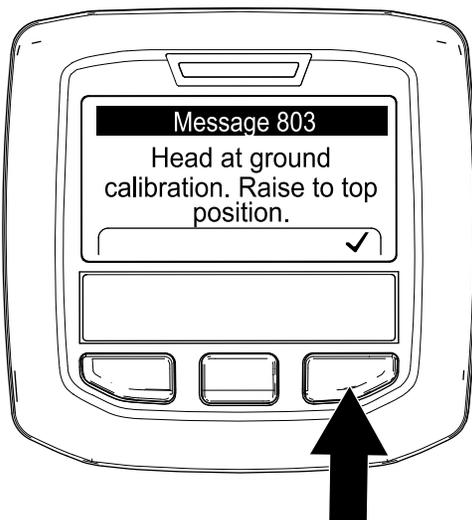

図 117
- タイヤが地面に突き刺さり始める — この場合にはインフォセンターの右ボタン 図 117を押す